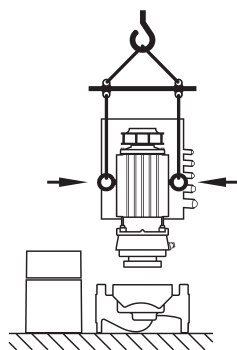

Fig. 25: Moottori-juoksupyöräyksikön kuljetus
- Jos kuljetussilmukat irrotetaan tai ne on irrotettu moottorilaipasta ja ne kiinnitetään tai ne on kiinnitetty moottorikoteloon, niitä saa käyttää vain moottori-juoksupyöräyksikön kantamiseen tai kuljettamiseen (Fig. 25), mutta ei koko pumpun kuljettamiseen eikä